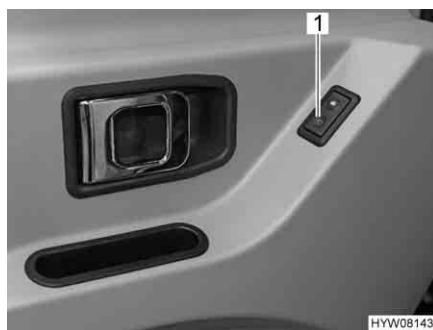

Fig. 18 Interruttore per l'zacristalli elettrico nella porta conducente
- Premere l'interruttore (Fig. 18,1).